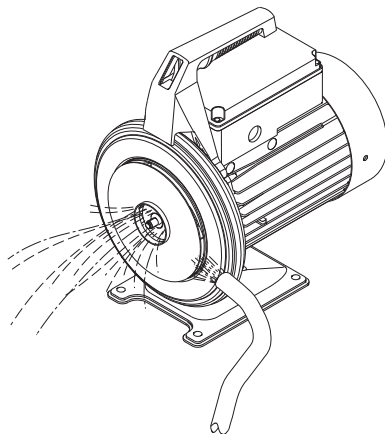

Fig. 7 Limpieza del impulsor
3. Retire el tornillo (pos. 93) y la abrazadera (pos. 92) que sostienen el manguito de la bomba (pos. 16).
4. Empuje el manguito de la bomba (pos. 16) hasta liberarlo del soporte del motor usando un destornillador y extráigalo.
5. Extraiga el eyector (pos. 14) del manguito de la bomba.
7. Compruebe si el impulsor (pos. 49) está sucio. En tal caso, limpie el impulsor (en su sitio) usando un cepillo suave o un chorro de agua. Véase la fig. 7.